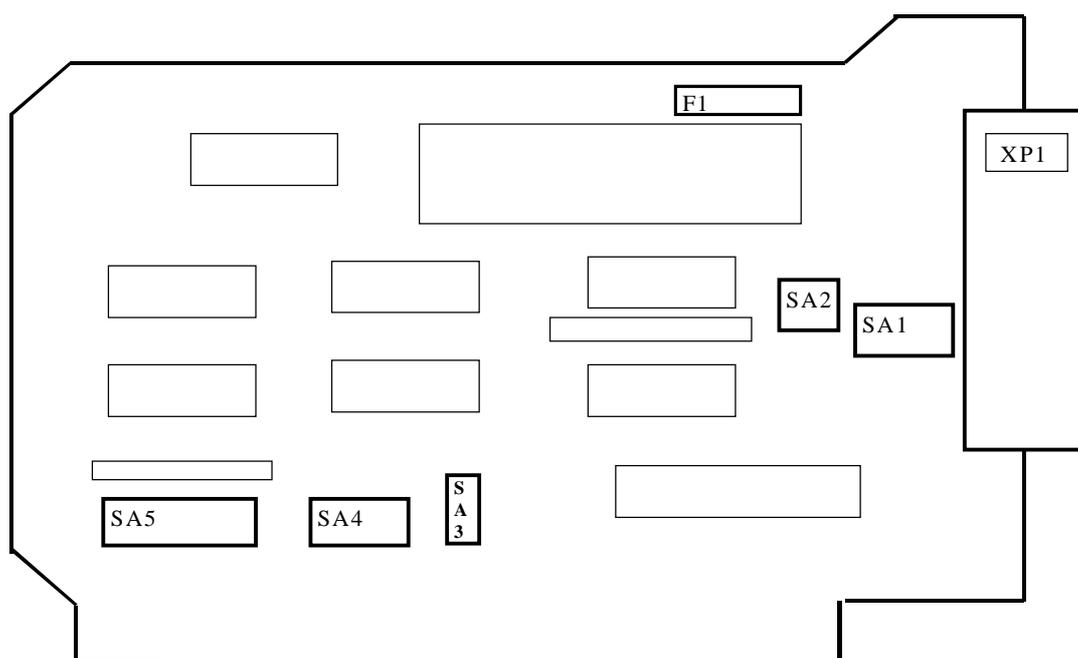

Рис. 7. 1
7.1.1 Расположение разъема XP1 и переключателей SA1-SA5 показано на рисунке (Рис. 7. 1).